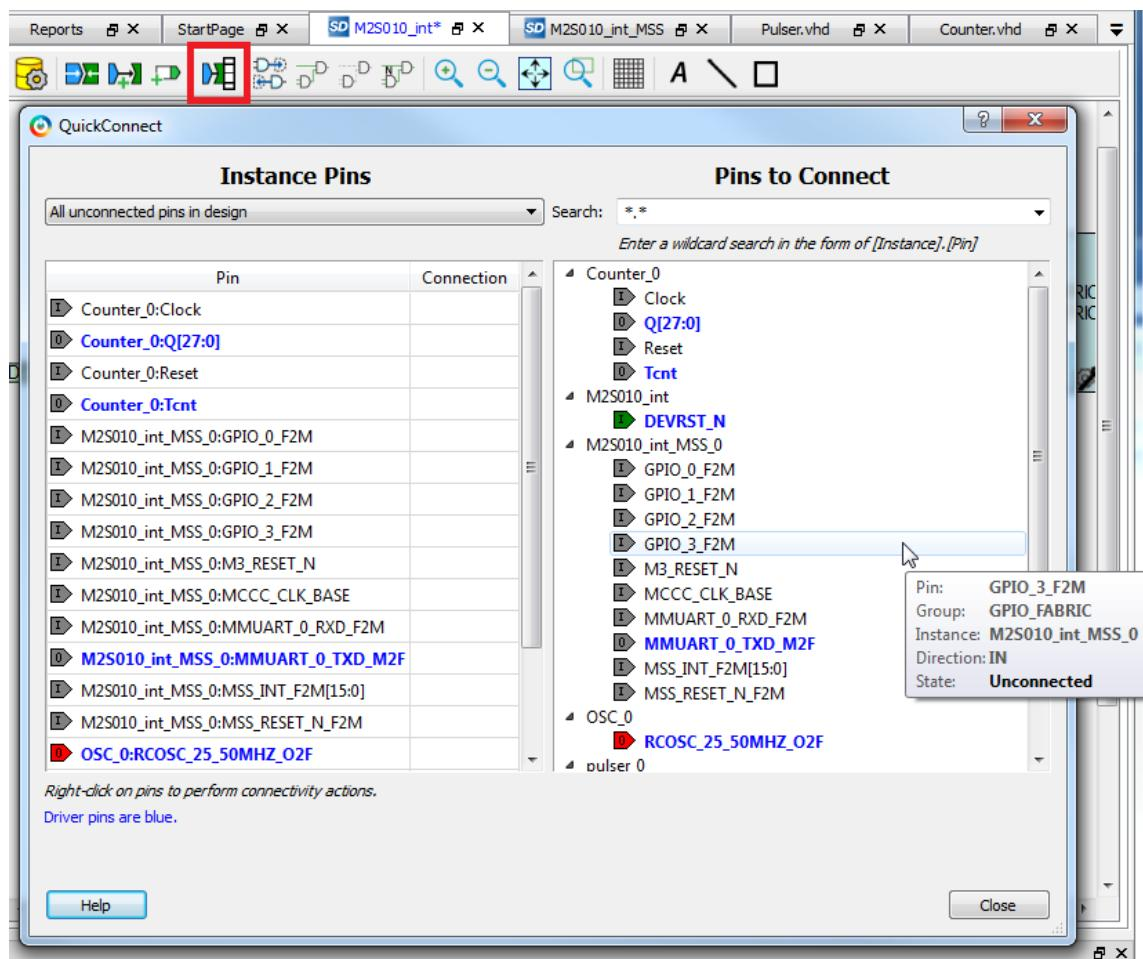

Рис. 27.
- 3) Используя мастер соединений QuickConnect (рис. 27.).